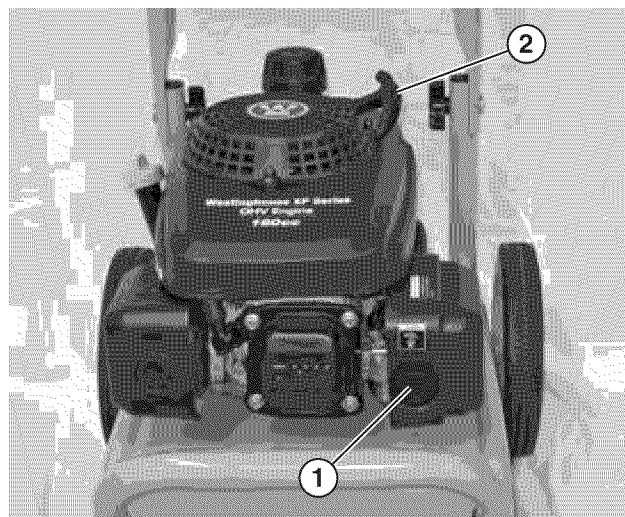

Figura 21 – Arranque del motor
5. Oprima la perilla de cebado tres veces (ver Figura 21).
6. Tome con firmeza y tire de la manija de retroceso lentamente hasta que sienta que aumenta la resistencia. En este punto, tire rápidamente de la manija de retroceso (ver Figura 21).
7. Una vez que el motor se ponga en marcha, deje que se caliente levemente antes de iniciar el lavado (ver Figura 21).